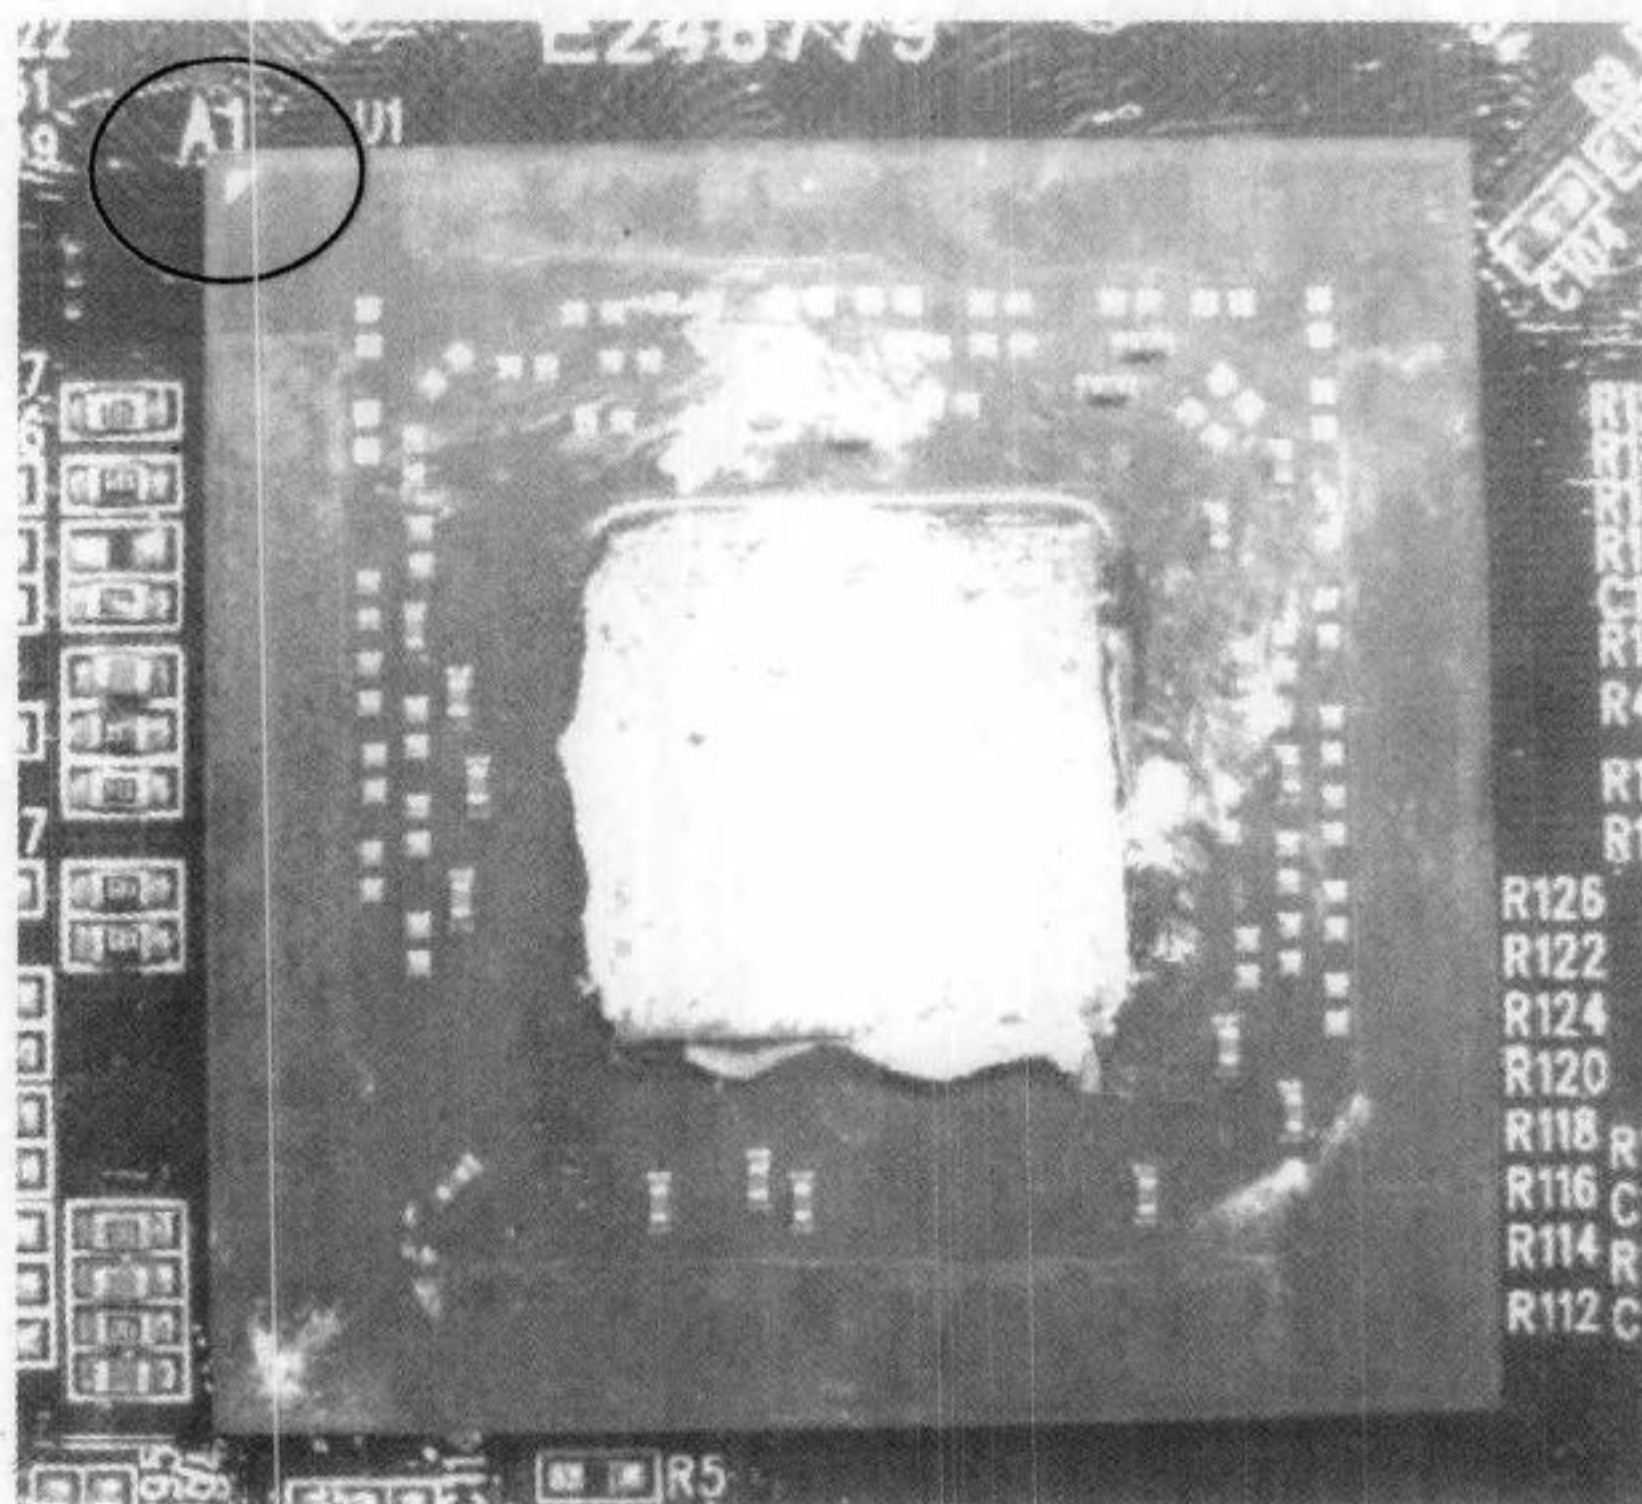

图 4-44 对准位置
(10) GPU 四周对齐丝印，注意第一脚标志为如图 4-44 所示圆圈所示位置。